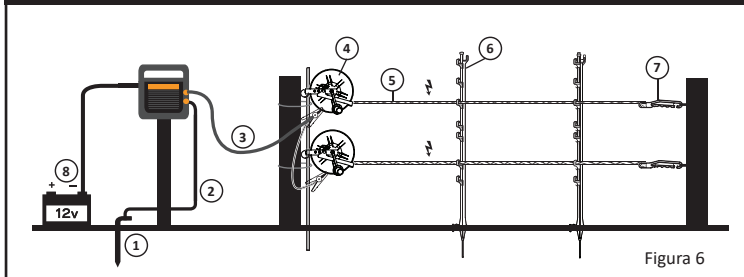

Figura 6
- Collegare il terminale verde al picchetto di messa a terra conficcato per almeno 1 m nel terreno. (Figura 6/7)